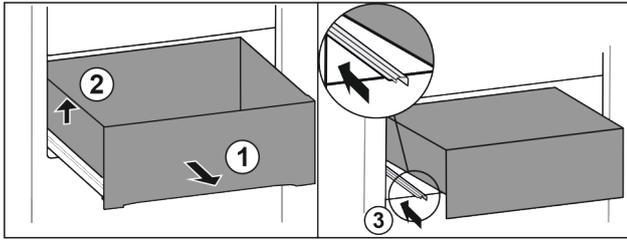

Fig. 13\*
- ▶ Retirer entièrement le tiroir Fig. 13 (1).\*
- ▶ Soulever le tiroir sur la gauche Fig. 13 (2).\*
- ▶ Rentrer le rail de gauche Fig. 13 (3).\*